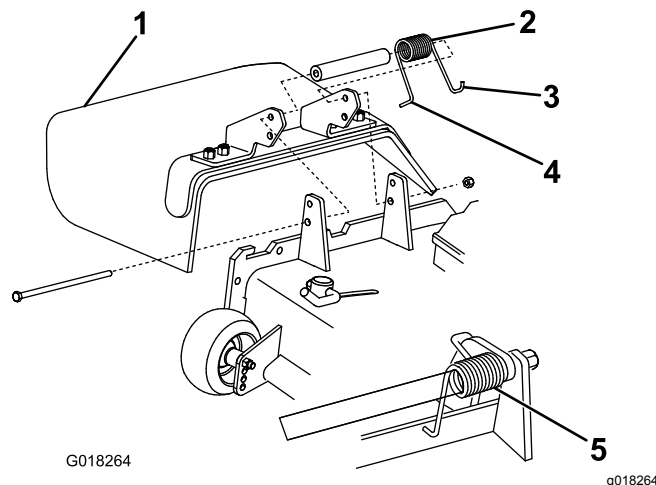

Figura 3
3. Coloque el gancho en J del extremo derecho del muelle alrededor del deflector de hierba (Figura 3).